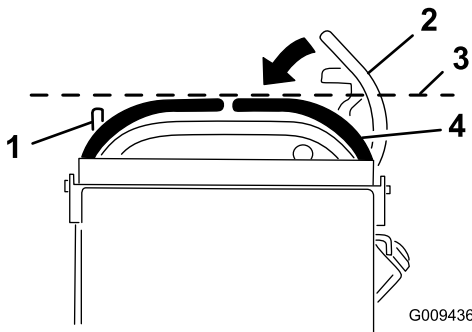

Figura 75
3. Spingete in giù le leve di controllo del movimento per toglierla dalla posizione di BLOCCO IN FOLLE (Figura 75).
4. Controllate se la leva di controllo del movimento destra è allineata orizzontalmente con la leva di controllo del movimento sinistra (Figura 75).